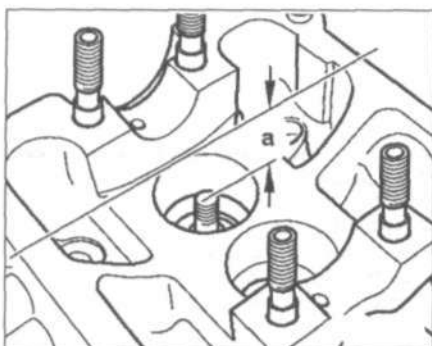

Рис. 6.29. Измерьте расстояние между концом стержня клапана и верхним краем головки блока цилиндров.
2. Измерьте расстояние между концом стержня клапана и верхним краем головки блока цилиндров (рис. 6.29).